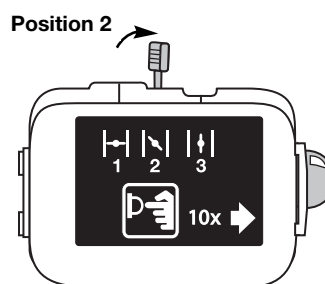

Fig. 14
7. Placez le levier d'étranglement en **position 2** (Fig. 14).